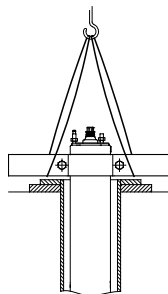

Рис. 15 Электродвигатель в вертикальном положении
2. Установите двигатель вертикально у скважины. См. рис. 15.